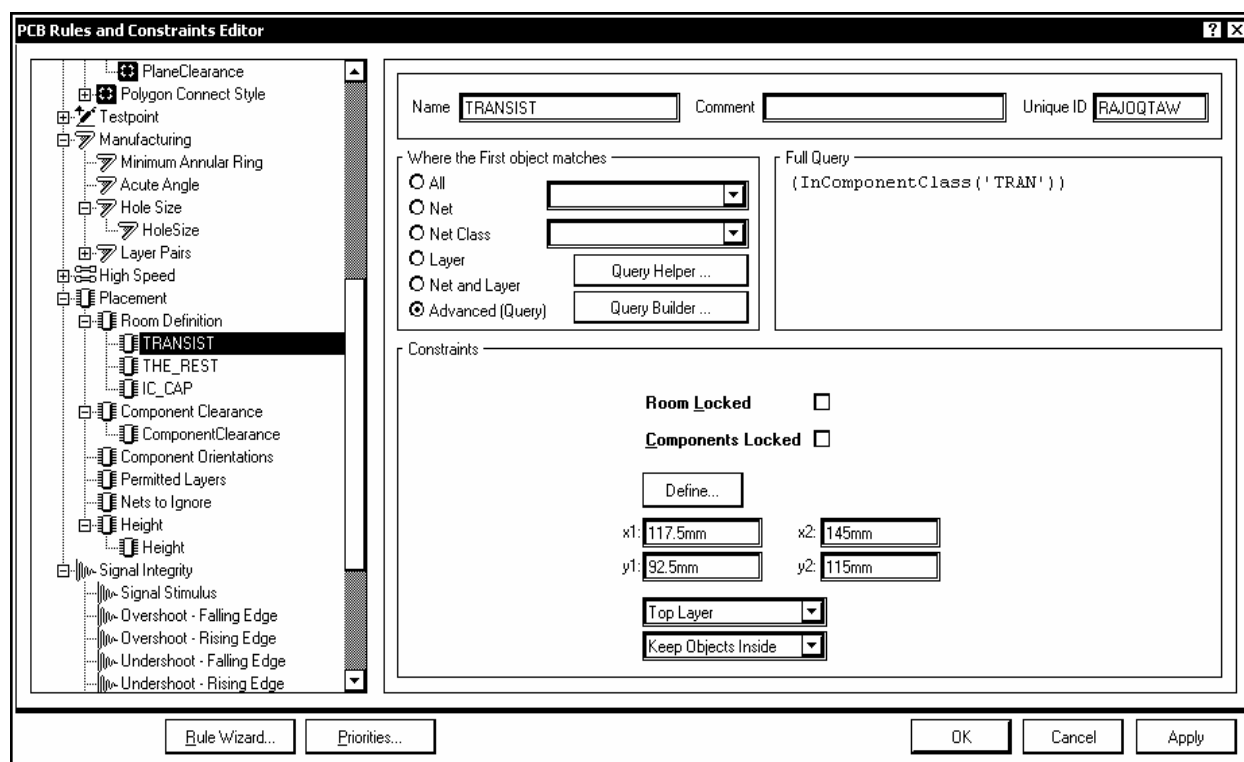

Рис. 6.13
4. В дереве правил проекта (рис. 6.13) указать ветвь Placement/Room Definition, щелчком правой клавиши мыши активизировать контекстное меню и в нем команду New Rule – назначить новое правило. В ветви появляется новый узел с именем Rule Definition.
5. Выбрать в дереве новую ветвь и переименовать ее – ввести новое имя в поле Name в правой половине окна, рис. 6.13.
- указать один из наружных слоев печатной платы, на котором размещаются компоненты (на рис. 6.13 указан верхний слой Top Layer);